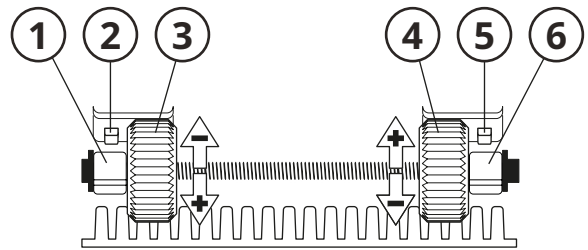

Fig. 7
3. **Ajuste aproximado de la posición final de desenrollado;** Gire el tambor en el sentido contrario a las agujas del reloj visto desde el lado del motor, hasta que la rueda de desenrollado (3, Fig. 7) está obstruida por el clip de parada (1). Se oirá como un repiqueteo.
- 5. Retire los clips de parada de desenrollado (1, Fig. 7).
- 9. Retire los clips de parada de enrollado (6, Fig. 7).
2. Ajuste las posiciones finales atornillando la rueda de enrollado y desenrollado (3, 4, **Fig. 7**).